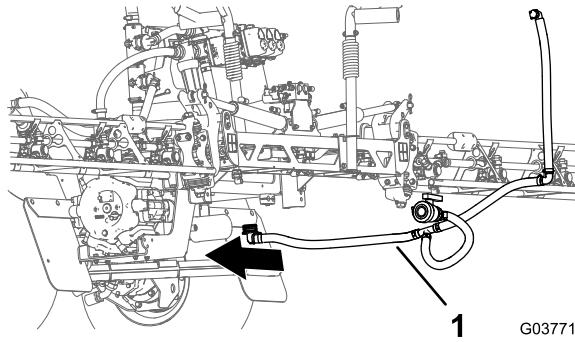

Figura 74
- Alinhe os tubos de distribuição e de drenagem para a traseira da máquina (Figura 74).